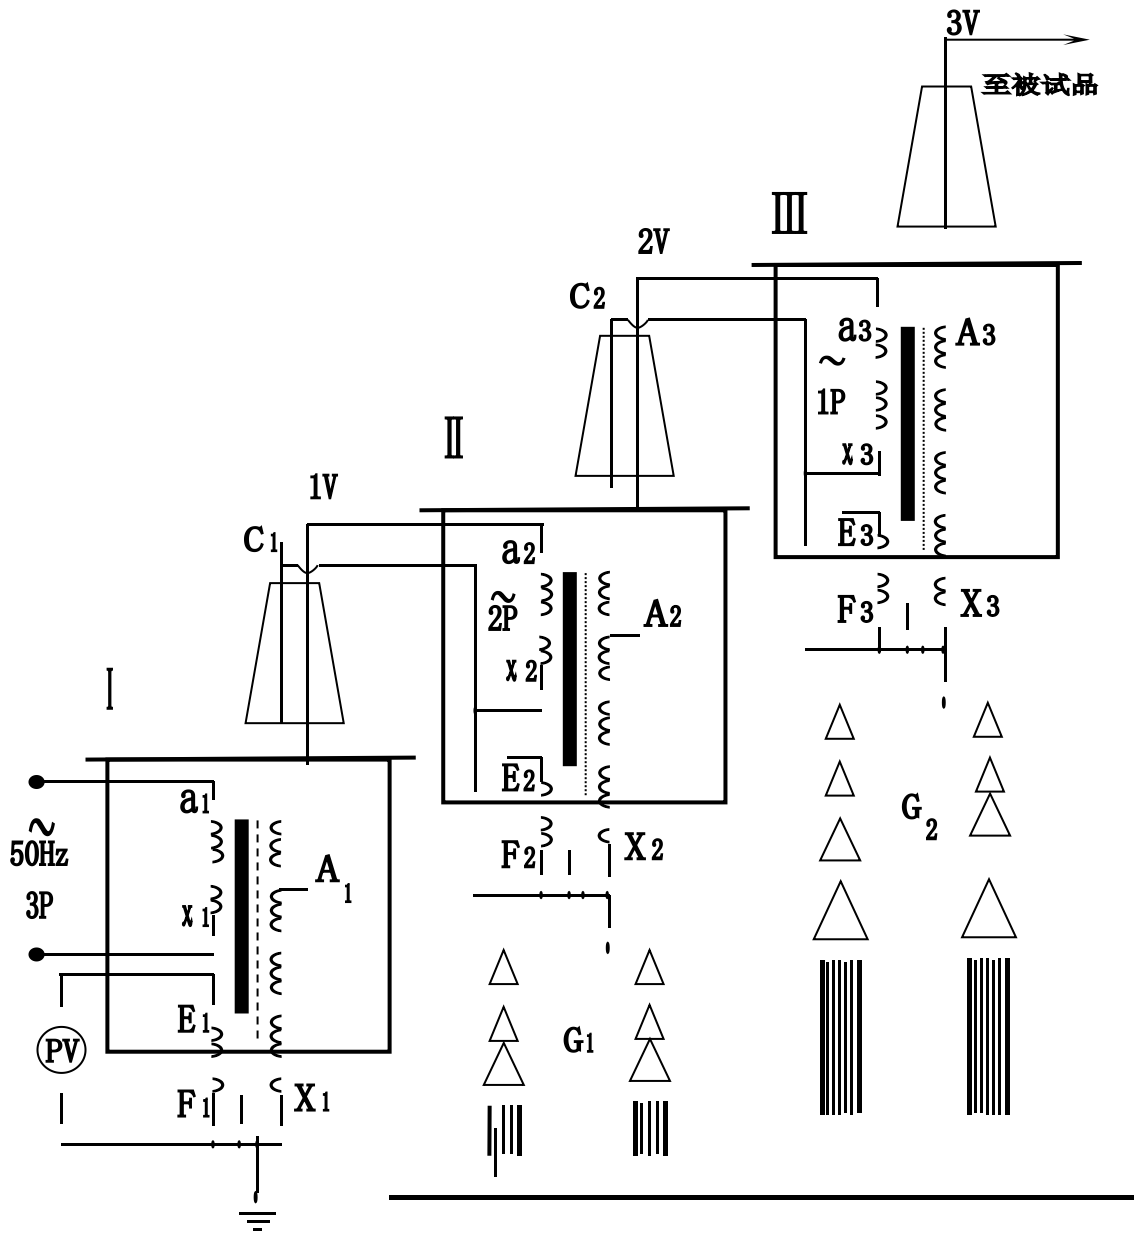

图 5：三台试验变压器串级接线原理图
3、三台试验变压器串级获得更高电压的接线原理见图 5。串级高压试验变压器有很大的优越性，因为整个试验装置由几台单台试验变压器组成，单台试验变压器容量小、电压低、重量轻，便于运输和安装。它既然可串接成高出几倍的单台试验变压器输出电压组合使用，又可分开成几套单台试验变压器单独使用。整套装置投资小，经济实惠。图 5 中，在第一级和第二级的每个单元试